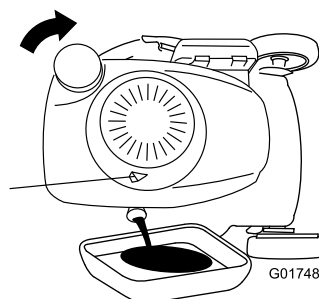

Figure 33
3. Inclinez la machine sur le côté (jauge en bas) pour vidanger l'huile usagée par le goulot de remplissage (Figure 33).